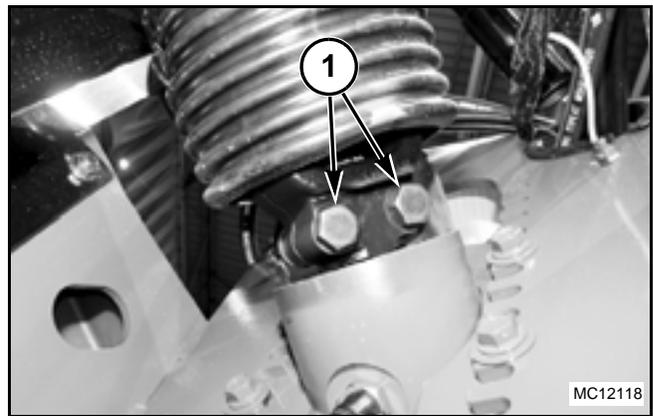

FIG. 91
FIG. 91: Instale la horquilla de la abrazadera (1) en el eje intermedio. Alinee los orificios en la abrazadera de la horquilla con las ranuras en el eje intermedio. Instale los pernos y las tuercas. Apriete las tuercas a 205 Nm (150 lbf pie).